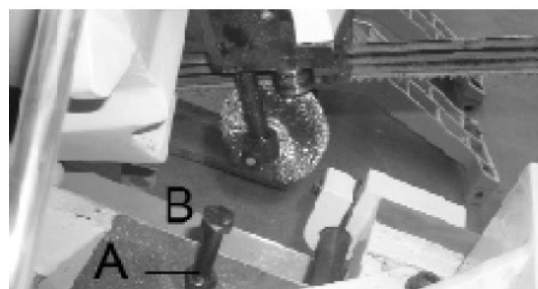

Рис. 4
7. Если отключение двигателя происходит до завершения обработки, либо двигатель работает после завершения обработки, можно отрегулировать положение концевого выключателя (D), ослабив 2 винта (рис. 4).
При необходимости ослабить стопорную гайку (А) (рис. 4). Отрегулировать стопорный винт (В). Затем затянуть стопорную гайку (А).